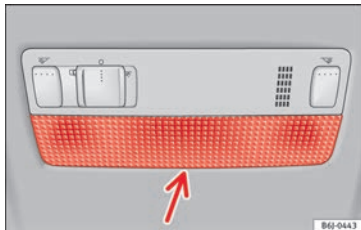

Abb. 204 Leseleuchte vorne.
- Das flache Ende eines dünnen Schraubendrehers zwischen Gehäuse und Glas einführen »» Abb. 204.